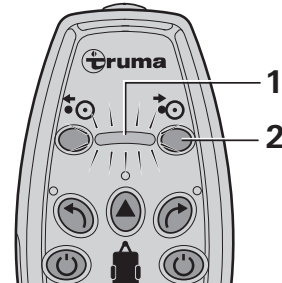

Bild 3
- Taste (Bild 3 - 2) auf der Fernbedienung ca. 5 Sek. drücken und dann loslassen. Die Antriebsrolle schwenkt an. Die Anzeige (Bild 3 -1) blinkt während des Prozesses.